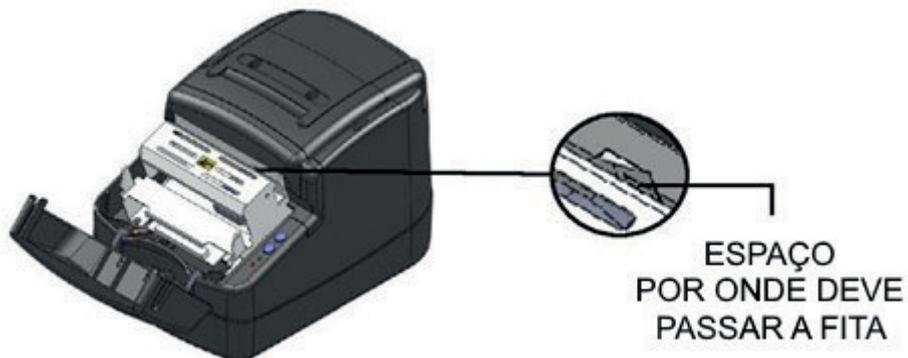

Figura 11: Espaço de passagem da fita
- ☒ A fita deve passar pela frente da cabeça de impressão conforme mostrado na Figura 11.